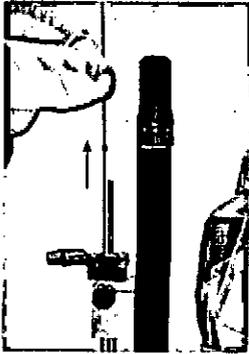

Figura 79
22. Retire el tubo o tubos de inserción restantes insertando el extractor de tubo con una ligera fuerza en el tubo de inserción y tirando hacia arriba. (Ver Figura 79)